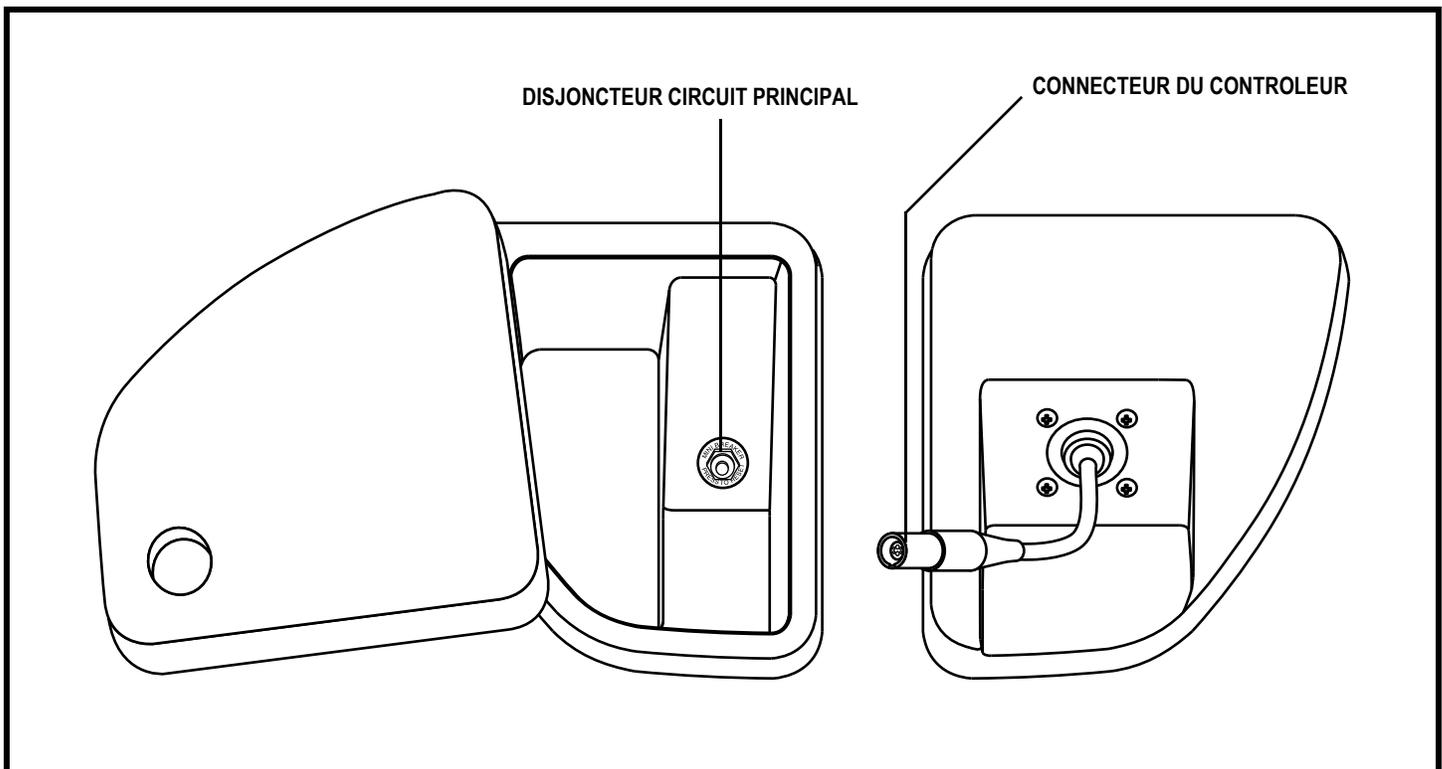

Figure 7. Tableau électronique du Quantum Jazzy 1420 Serie
7. Branchez le contrôleur dans son réceptacle sur le tableau électronique. **Voir la figure 7.**